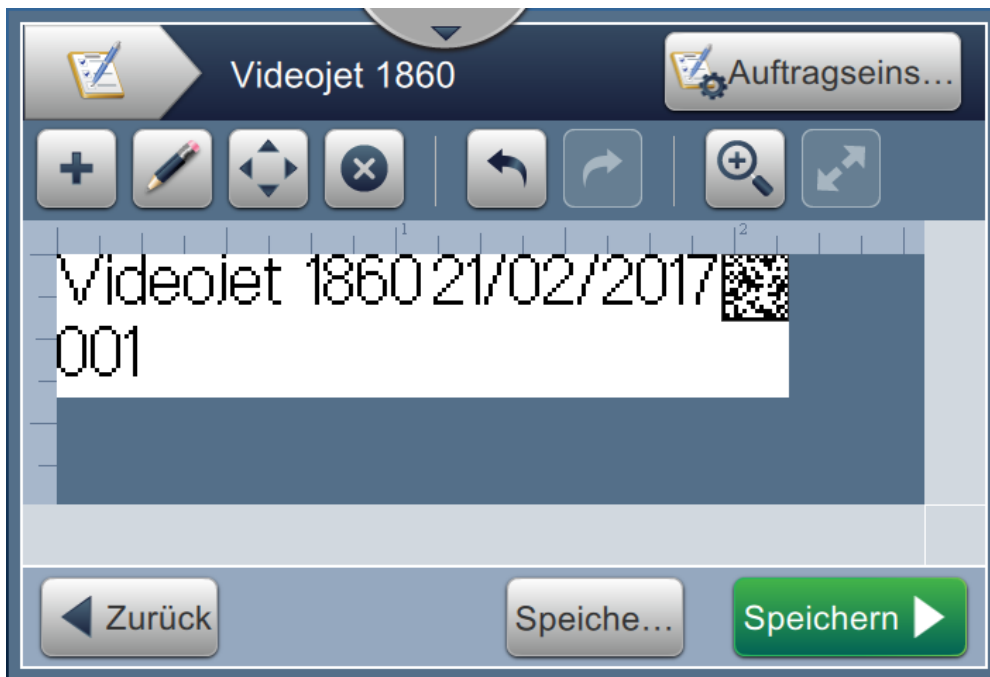

Abbildung 6-13: Bildschirm Auftrags-Editor
10. Berühren Sie die  Schaltfläche, um Änderungen zu speichern. Der Bildschirm „Auftrags-Editor“ erscheint, wie dargestellt in Abbildung 6-13.